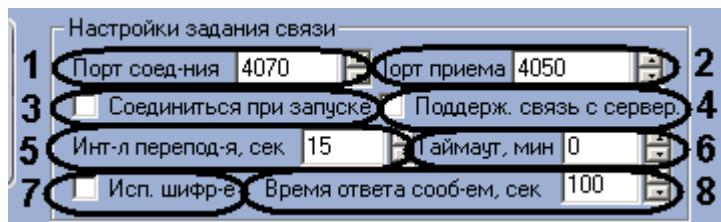

Рис. 3.6—1 Группа параметров Настройки задания связи
Настройка связи контроллера осуществляется на панели настроек соответствующего объекта в группе параметров **Настройки задания связи** (Рис. 3.6—1).
1. В поле **Порт соед-ния** необходимо указать номер порта, который указан в поле **Порт приема** на панели настроек объекта **СКД VertX / Edge** (см. Рис. 3.6—1, 1).
2. В поле **Порт приема** необходимо ввести номер порта для приема сообщений с Сервера HID (см. Рис. 3.6—1, 2).
3. Установить флажок **Соединяться при запуске**, если требуется чтобы связь с контроллером устанавливалась сразу после его включения (см. Рис. 3.6—1, 3).